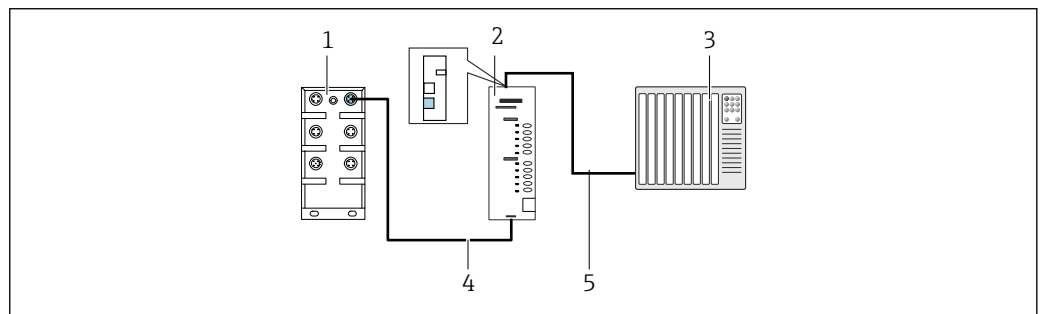

図 1 通信用接続
1. Modbus TCP インターフェイスをゲートウェイの下部に接続します。→ 図 1, 図 9
1. EtherNet/IP インタフェースをゲートウェイの上部に接続します。→ 図 1, 図 9